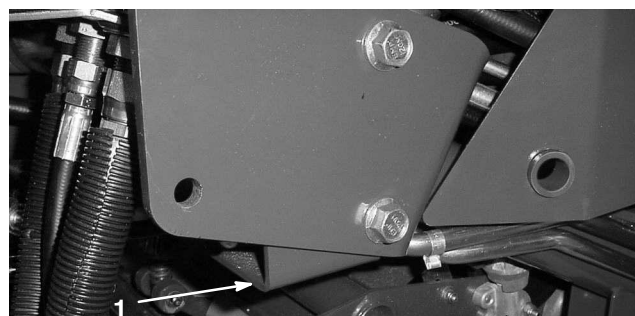

Bild 41
- Rechts: Unter der Überrollschutzstützhalterung (Bild 41)